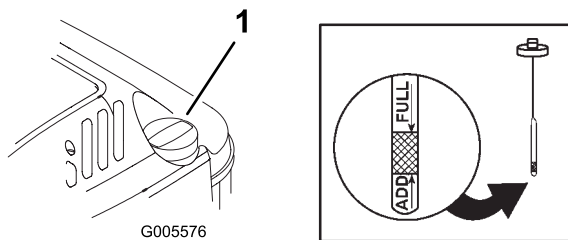

Figure 8
Avant chaque utilisation, vérifiez que le niveau d'huile arrive entre les repères maximum (Full) et minimum (Add) de la jauge (Figure 8).
2. Nettoyez la surface autour de la jauge (Figure 8).
6. Voyez le niveau d'huile indiqué par la jauge (Figure 8).
Avant d'utiliser la tondeuse, vérifiez que le niveau d'huile arrive entre les repères minimum (Add) et maximum (Full) de la jauge (Figure 8). Faites l'appoint si le niveau est en dessous du repère Add, comme expliqué à la rubrique Plein d'huile du carter moteur.